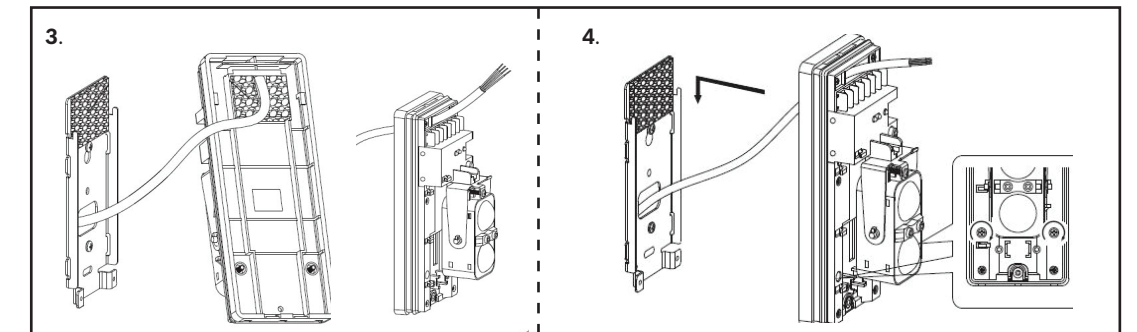

Figura 2.2: Colocación del cableado y montaje del sensor en la placa de montaje
3. Pase el cable por el bloque de junta de espuma. Compruebe que la espuma queda bien colocada contra los cables para evitar que entren insectos en el dispositivo. Consulte la Figura 2.2.